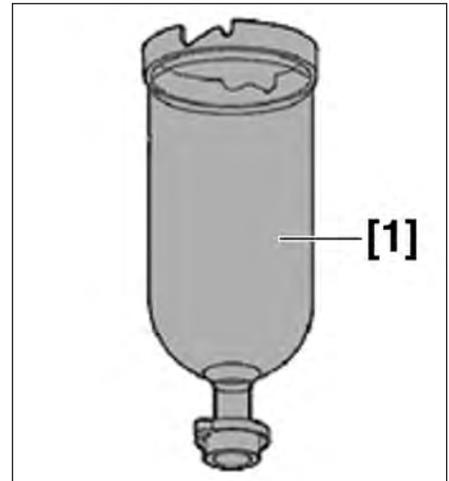

FIG.18
- Mettre en place l'outil [1] sur le réservoir de liquide hydraulique du groupe électropompe (Fig.18).